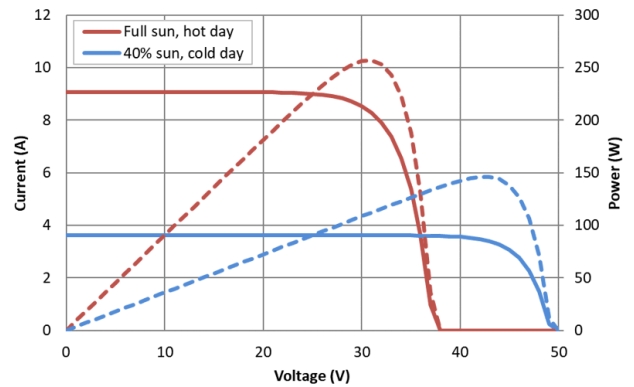

图7. 基于天气条件的 IV 曲线。
为了深入讨论这一点，我们来讨论图 7 中的太阳能电池板的电流-电压 (IV) 图。y 轴代表太阳能电池板的 I_{OUT} ，而 x 轴代表太阳能电池板的 V_{OUT} 。IV 图的目的是根据天气条件找到太阳能电池板可产生的 MPP。图 7 演示了 IV 图如何根据天气条件发生变化。